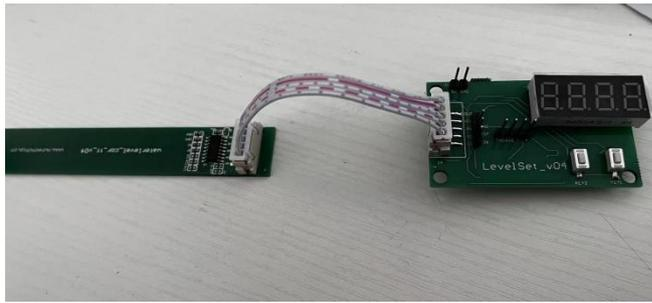

图 4-3
松开 KEY1, KEY2 上电，数码管显示“F0”表明成功进入 MODE0，如图 3-2，3S 之后显示“A8”，如图 4-3，表明设置板识别到检测芯片类型是 8 点液位。将检测板悬空（或者紧密贴在无水容器壁上）按一 KEY1，设置板读取所有通道无水条件下的阈值，读取成功后设置板会显示第一个通道的采样值 0.5s，之后通道一的当前采样值跟采样阈值循环显示，如图 3-3。
① 使用时，首先将主机设置板与检测板连接。如图 4-3